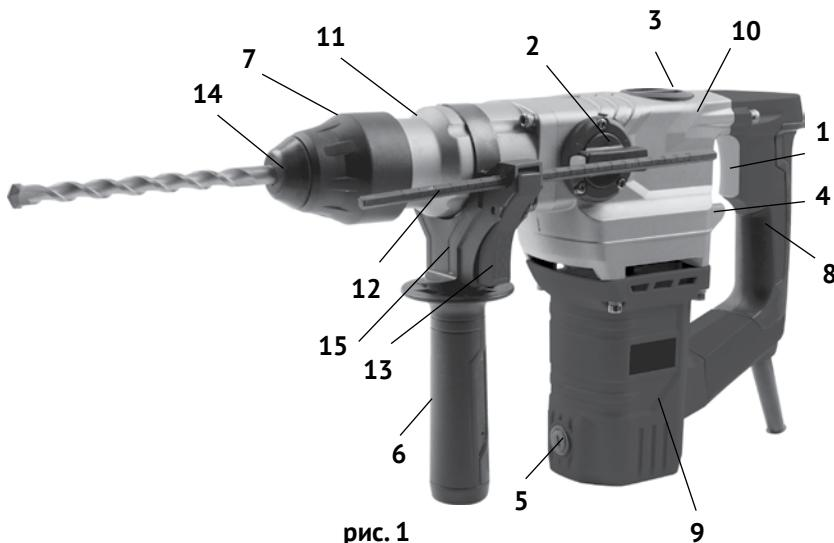

рис. 1
1.6 Общий вид перфоратора представлен на рис.1
1.7 Перфоратор состоит из вертикально расположенного коллекторного двигателя в пластиковом корпусе (рис.1 поз.9) и шестерёнчатого редуктора с кривошипно-шатунным механизмом, расположенных в металлическом корпусе (рис.1 поз.10). Крутящий момент с якоря электродвигателя через систему шестерён, передаётся на вал с патроном SDS – plus (рис.1 поз.7), расположенный перпендикулярно оси двигателя. Вертикальное расположение двигателя упрощает конструкцию редуктора, что увеличивает ресурс перфоратора. Кривошипно-шатунный механизм приводит в действие ударный узел перфоратора. На корпусе редуктора, со стороны рукоятки (рис.1 поз.8), расположена переключатель режимов «сверление с ударом» - «сверление» (рис.1 поз.4).
В зависимости от вида выполняемой работы, в патрон SDS – plus вставляется необходимая насадка (пика, долото, бур) с соответствующим хвостовиком, или переходник SDS-plus/сверлильный патрон для установки сверлильного патрона (входят в комплект поставки), если необходимо работать только в режиме «сверление». Дополнительная рукоятка (рис.1 поз.6) хомутом суппорта (рис.1 поз.15) крепится на корпусе ствола (рис.1 поз.11). Фиксируется, закручиванием рукоятки по часовой стрелке, в любом положении (от 0° до 360°), что удобно пользователю, как «правше», так и «левше».
В отверстие суппорта дополнительной рукоятки вставляется, при необходимости, стержень-ограничитель глубины сверления (рис.1 поз.12).
1.8 Клавиша выключателя (рис.1 поз.1) расположена в передней части основной рукоятки (рис.1 поз.8), крепящейся к корпусу двигателя – нижней частью и к редуктору – верхней частью. Включение/отключение инструмента осуществляется нажатием/отпусканьем клавиши выключателя. Силой, приложенной к клавише, регулируется число оборотов двигателя, а, следовательно, и частота ударов в режимах «сверление с ударом» и «удар».
Сбоку, на корпусе редуктора (рис.1 поз.10) расположен переключатель режимов работы (рис.1 поз.2). Он фиксируется в одном из двух положений, отмеченных символами: «сверло с молотком» - сверление с ударом, «молоток» - долбление (без вращения). Нажав фиксатор в торце ручки переключателя, по-выворотом ручки со стрелкой, совместить с нужным символом. Достигнув нужного положения, фиксатор возвращается в исходное положение, закрепляя ручку в выбранном положении.
В верхней части редуктора находится пластиковая крышка смазочного окна (рис.1 поз.3). Перед каждым использованием инструмента, ключом (входит в комплект поставки) отвернуть крышку, проверить наличие смазки на кривошипно-шатунном механизме, при необходимости добавить из ёмкости, входящей в
На редукторе, ниже клавиши выключателя, находится переключатель режимов работы (рис.1 поз.4) с двумя фиксированными положениями: «сверло с молотком» - сверление с ударом и «сверло» - сверление. Соответствующие символы нанесены на рычаге переключателя.
2.2.1 Выбрать насадку, для предполагаемого вида работы и зафиксировать её в патроне. Для установки нужной насадки: отвести стопорную втулку патрона (рис.1 поз.7) назад (указано стрелкой), вставить, находя нужное положение поворотом вокруг своей оси, насадку в патрон (приблизительно на 40 мм), отпущеная втулка, смещающаяся вперёд за счёт пружины, зафиксирует насадку в патроне.
- при необходимости, в отверстие суппорта (рис.1 поз.15), вставить стержень-ограничитель глубины сверления (рис.1 поз.12), нажав на кнопку фиксации (рис.1 поз.13);
- при работе в режиме сверление без удара, переключатель (рис.1 поз.4) устанавливать в положении «сверло», а переключатель (рис.1 поз.2) в положении «сверло с молотком». При этом режиме перфоратор может работать с патроном SDS – plus, но, как правило, устанавливается ключевой патрон;
- при работе в режиме сверление с ударом, переключатель (рис.1 поз.4) в положении «сверло с молотком», и переключатель (рис.1 поз.2) в положении «сверло с молотком»;
- при работе в режиме долбление, переключатель (рис.1 поз.4) в положении «сверло с молотком», а переключатель (рис.1 поз.2) в положении «молоток».
3.2 Для замены щёток необходимо открутить крышки щёткодержателей (рис.1 поз.5), расположенные с двух сторон в нижней части корпуса двигателя. Вынуть щётки из щёткодержателей и заменить их новыми. Щётки следует заменять парой для обеспечения равной степени их давления на коллектор якоря.